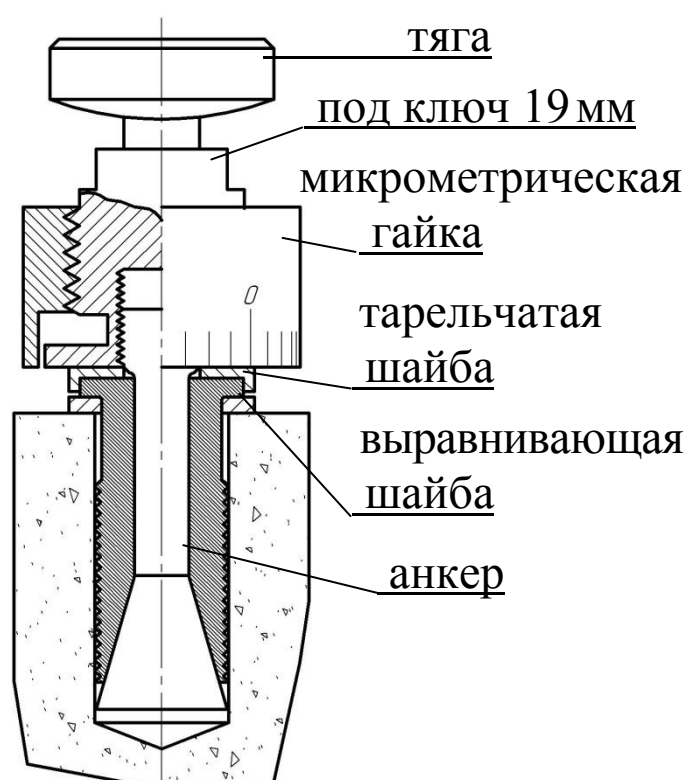

Рисунок 3.1 – установка анкера
3.2.1.5 Заложить анкерное устройство с тягой в подготовленное отверстие до упора выравнивающей шайбы в поверхность бетона (рис. 3.1) и создать предварительное напряжение в зоне установки анкера, для чего ключом на 19 мм довернуть тягу по часовой стрелке, не допуская вытягивания анкера из отверстия.